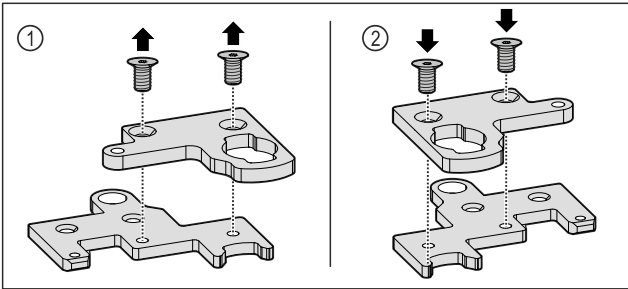

Fig. 35
- ▶ Роз'єднайте двосекційний кутик петлі. Fig. 35 (1)
- ▶ Знову зберіть двосекційний кутик петлі, повернувши його на 180°. Fig. 35 (2)